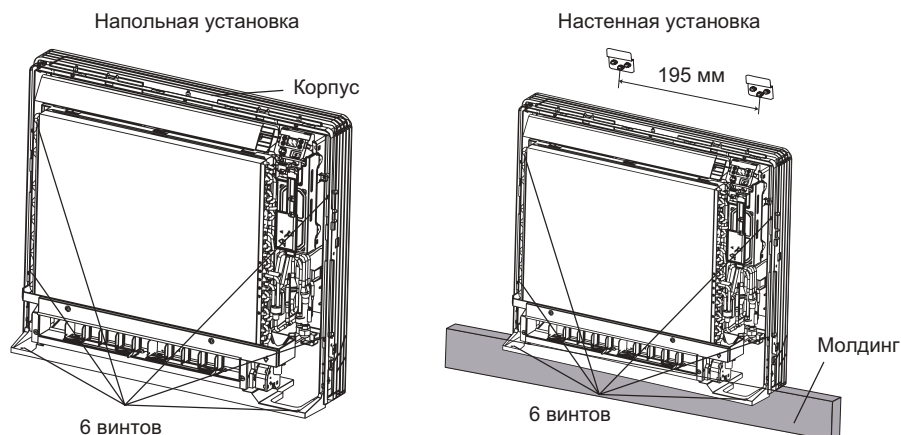

Рис. 10.41
• Используя отверстия в корпусе, прикрепите блок к полу или стене (рис. 10.41).